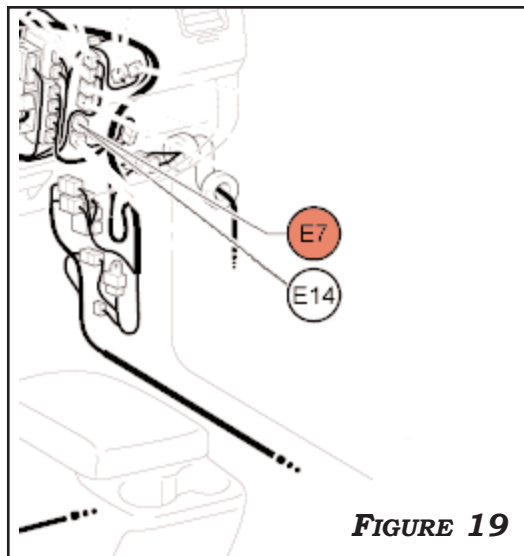
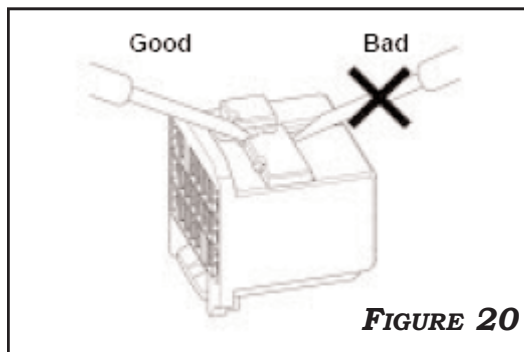

FIGURE 19
FIGURE 20
1. ROUTE THE TACOMA CRUISE ECM HARNESS TO THE ECM BEHIND THE GLOVE BOX. REMOVE GLOVE BOX. LOCATE WHITE CONNECTOR **E7** (SECOND FROM BOTTOM) OF THE ECM. **FIGURE 19**. **BE SURE TO PULL OUT TERMINAL RETAINER AT THE CENTER OF CONNECTOR. FIGURE 20.** INSERT **ECM** TERMINAL FROM THE **BROWN** WIRE OF THE TACOMA CRUISE ECM HARNESS TO THE FOLLOWING MODEL YEAR LOCATIONS: